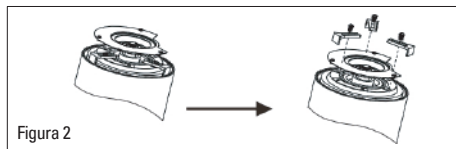

Figura 2
2. Antes de instalar las aspas del ventilador, retire las piezas de posicionamiento. (Figura 2)